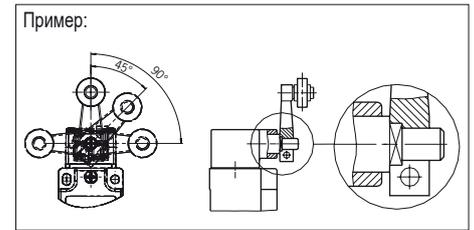

Рис. 2. Вертикальная установка исполнительного ключа
- ▶ Исполнительный ключ (балансиры) должен крепиться на приводном валу с геометрическим замыканием. Квадраты на исполнительном ключе и приводном валу должны зацепляться (см. рис. Рис. 2).